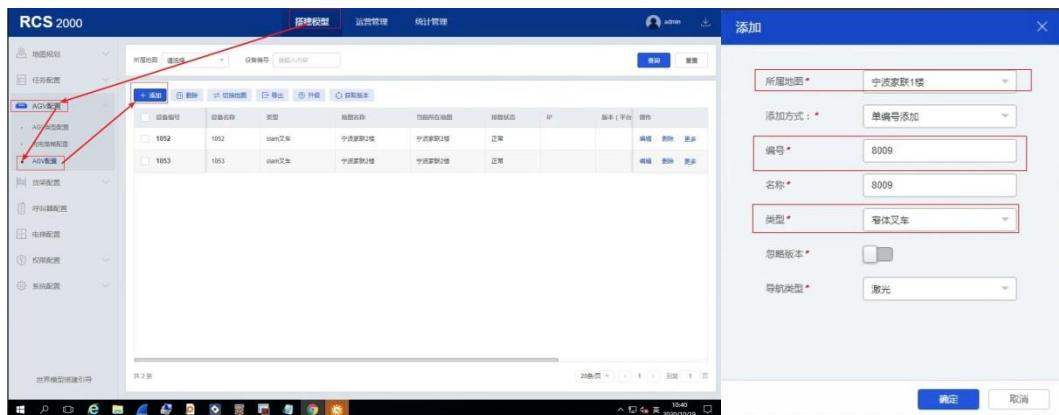

图 5.10.1
- (1) 添加设备, 如图 5.10.1 所示;
- (2) 所添加的设备类型与实际对应, 实际设备类型可查看设备铭牌 (若车身铭牌 ID 与实际 ID 不符, 那么配置时按照实际 ID 来, 后面再重新加密主控, 换 ID);